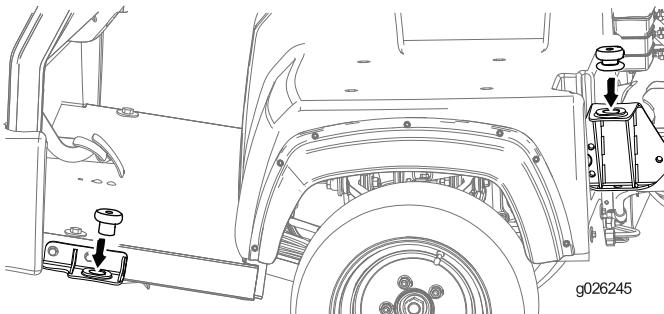

Figura 23
5. Instale as quatro borrachas de isolamento como se mostra na Figura 23.